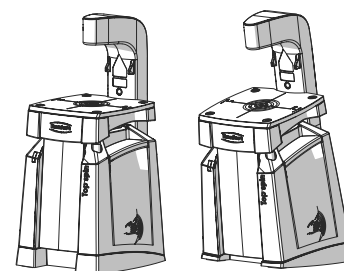

Bild 2
- ⇒ Välj önskad arbetsposition, bild 2 (se kap. 5.4).